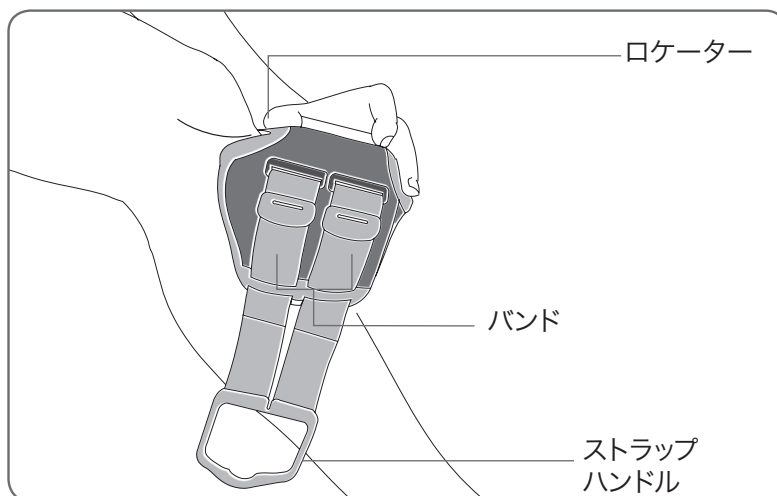
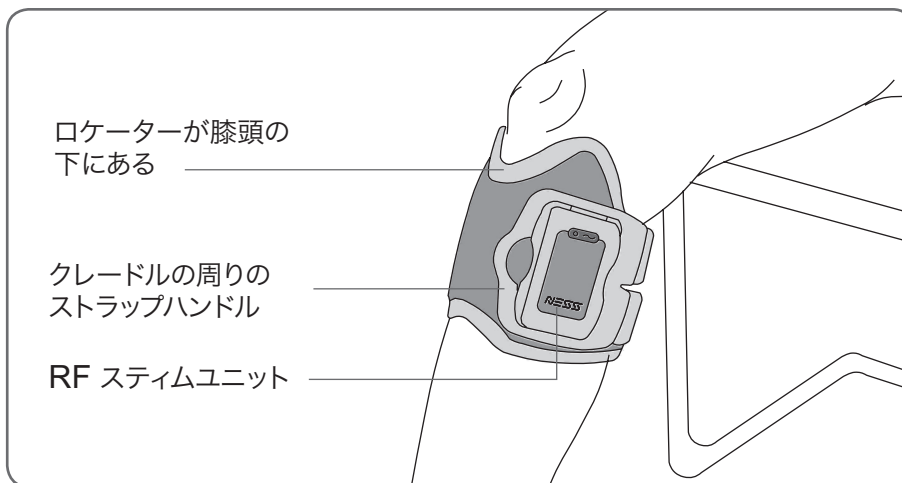

図 5 :装着時に FS カフを傾けているところ
図 7 :右足に固定された FS カフ
4. 電極が電極ベースに確実に固定されていることを確認します。クレードルを持って FS カフの前面をつかみ、FS カフの底部を持ち上げて傾けます。膝頭の下にぴったりと快適に収まるまでロケーターを脚の上でスライドさせます(図 5 を参照)。
7. FS カフが正しい位置にあることを確認してください(図 7 を参照)。FS カフの位置が正しくない場合は、もう一度位置決めを行ってください。バンドでしっかり固定されるよう調整します(図 5 を参照)。